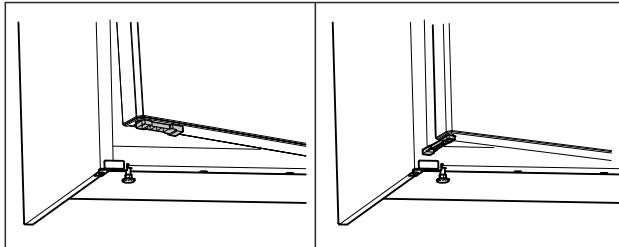

Fig. 70 *
- ▶ Завъртете ограничителя за отваряне на вратата на 90°. (вжг Fig. 70) *